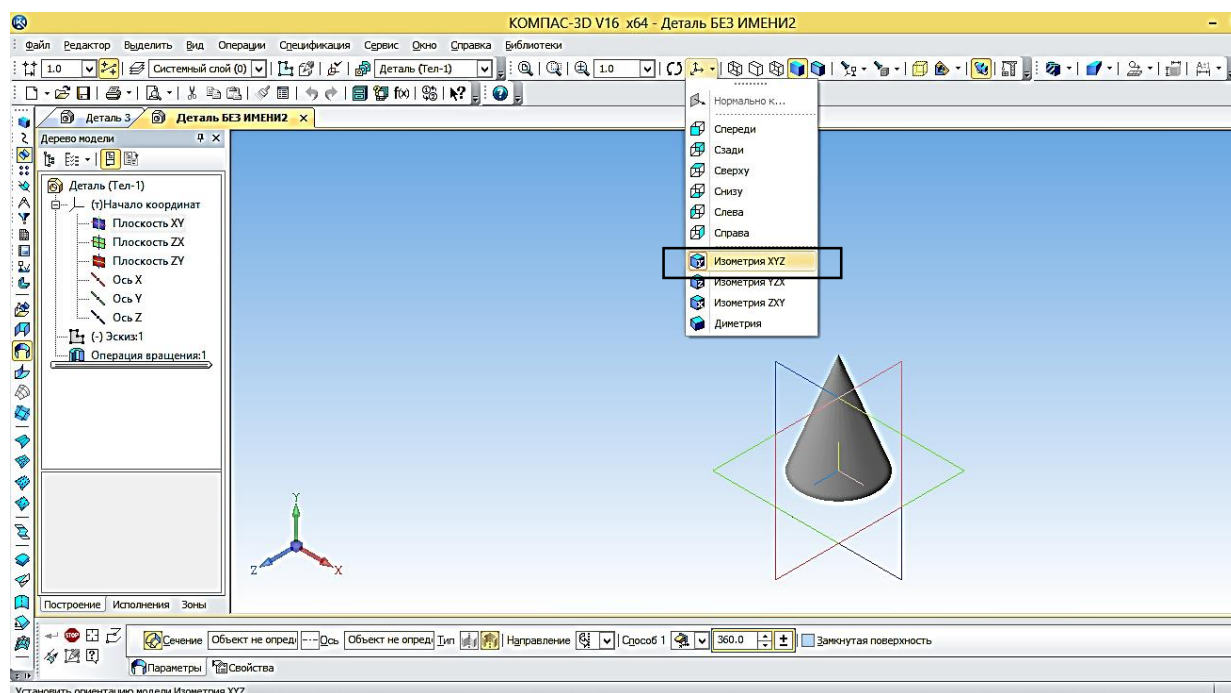

Рисунок 34 – Конус относительно **XYZ**
16. на Инструментальной панели Вид выберите команду  Ориентация и укажите Ориентация вида Изометрия XYZ (рисунок 34).